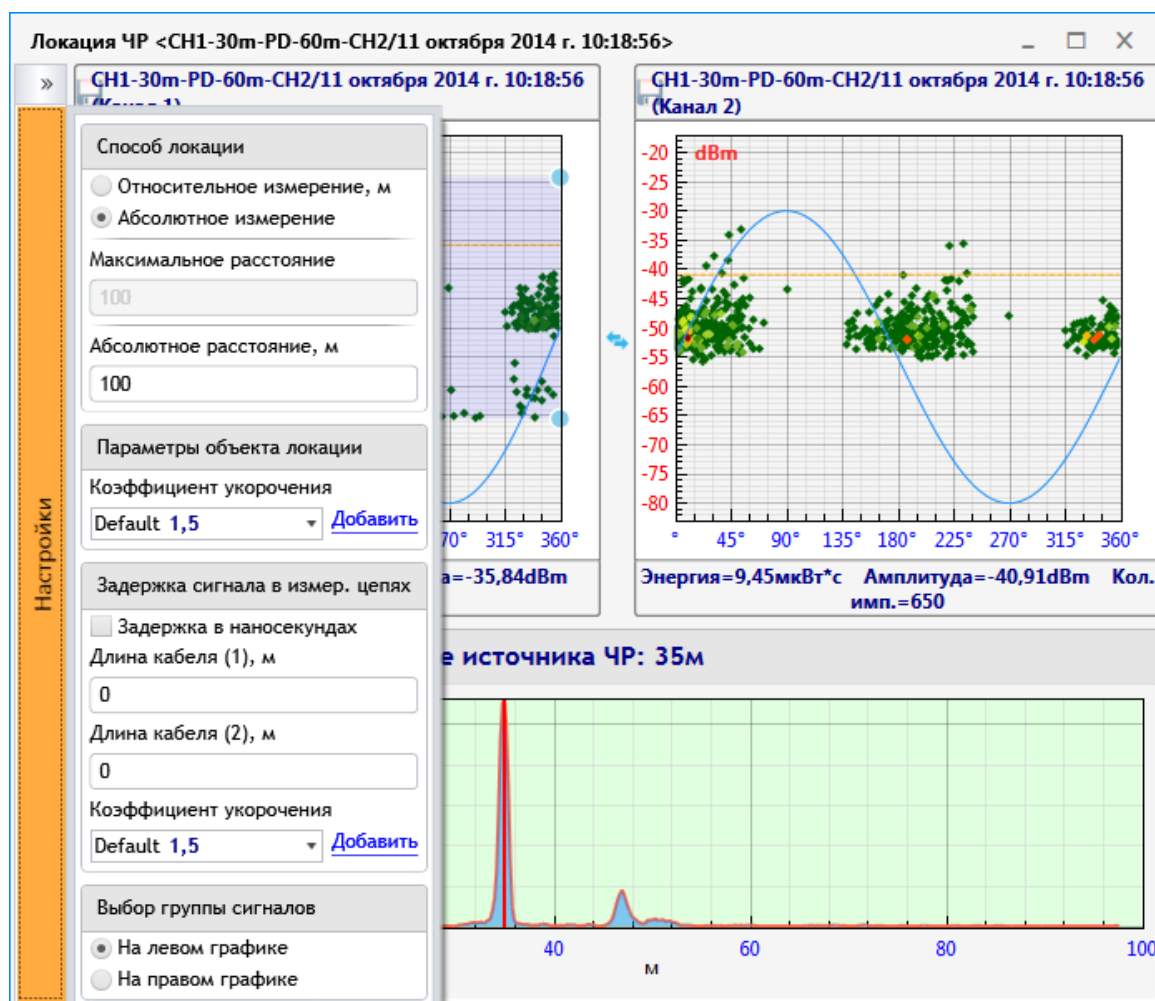
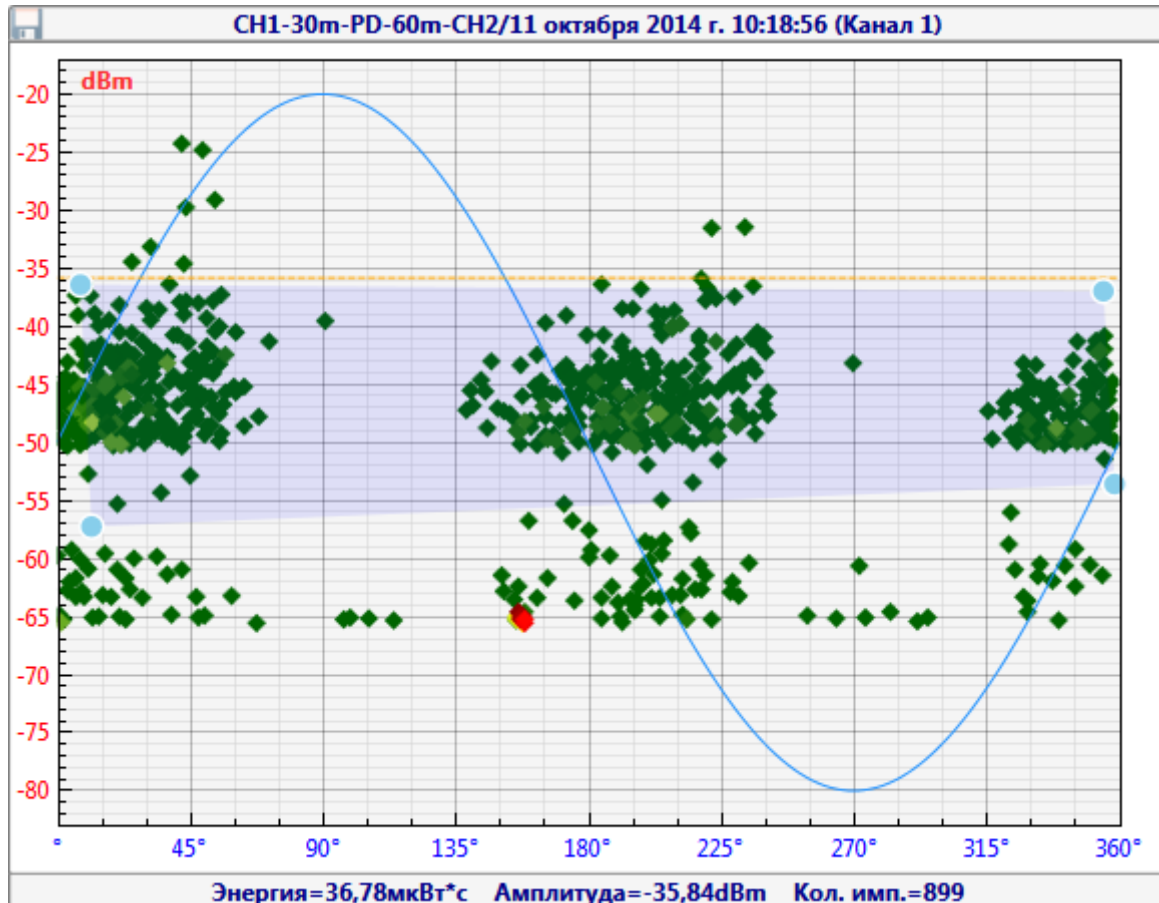

Рис. 47. Настройки локации
Рис. 48. Выбор группы сигналов для локации
В открывшемся окне выберите настройки локации ЧР (рис. 47).
- На графике «PRPD» (левый или правый график в зависимости от настройки см. рис. 47), можно выбрать группу сигналов для локации (рис. 48).